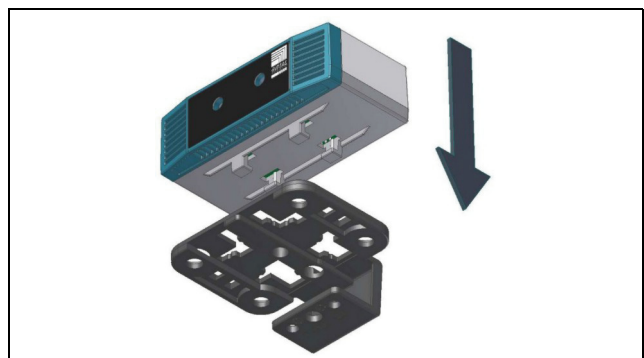
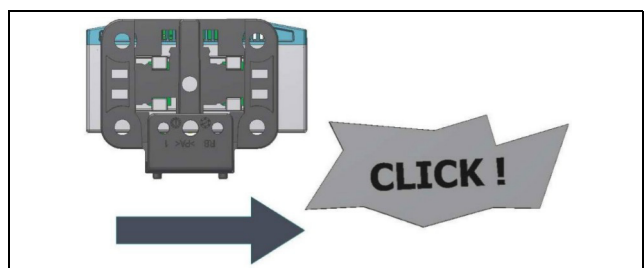

Abb. 2: Aufsetzen des Sensors auf den Halter
Abb. 3: Einrasten des Sensors auf dem Halter
- Setzen Sie dann den CAN-Bus Access auf den Halter auf (Abb. 2) und rasten Sie ihn ein (Abb. 3).